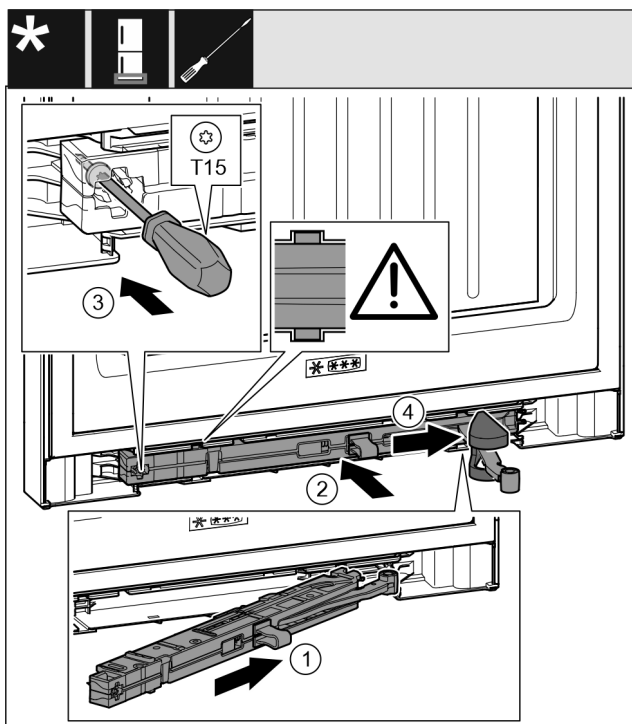

Fig. 37
- ▶ Pe partea suportului de lagăr împingeți înclinat unitatea amortizorului de închidere până la opritor în degajare. Fig. 37 (1)
- ▶ Împingeți unitatea amortizorului de închidere complet în degajare. Fig. 37 (2)
- ▶ Însurubați ferm șurubul cu o șurubelniță T15. Fig. 37 (3)
- ▶ Împingeți capacul peste articulație. Fig. 37 (4)